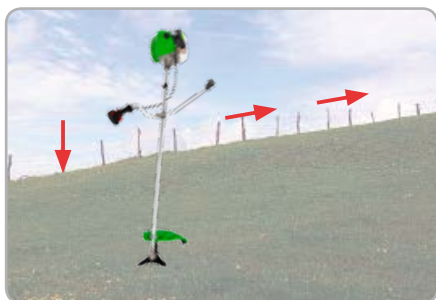

Fig.14
- Evitați cosirea orientați în rampă sau pantă. Pentru a putea cosi în siguranță poziționați-vă perpendicular pe axa pantei și sprijiniți-vă întotdeauna pe piciorul din rampă, conform (fig.14).